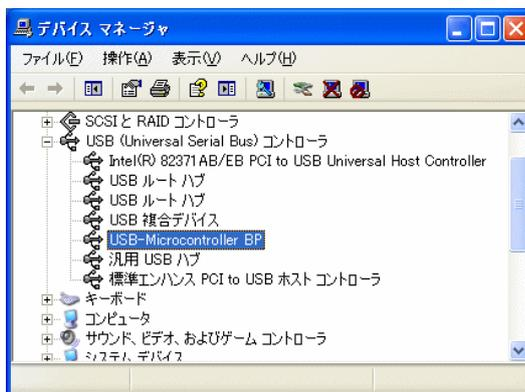

図 15 Windows XP のドライバインストール確認
- ⑧ 図 15 のように「デバイスマネージャ」の画面に「USB-Microcontroller BP」と表示されれば、ドライバが正しくインストールされています。